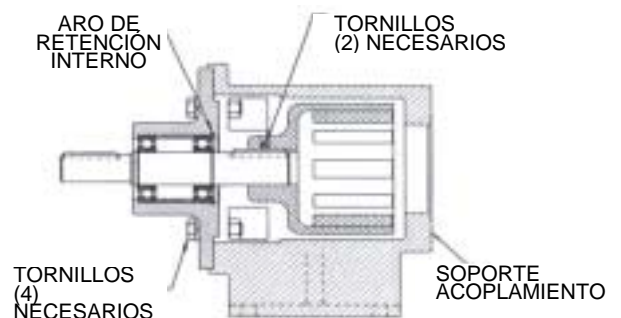

FIGURA 18
5. Deberá poder inspeccionar, de forma visual, los imanes exteriores desde el extremo del soporte. Si necesita sacarlos, en primer lugar retire los (4) tornillos (**Ver Figura 18**) y separe el soporte del motor o del porta cojinete. Afloje los tornillos del eje del motor (o del porta cojinete) y tire hacia afuera el montaje del sistema magnético exterior. Si la unidad tiene porta cojinete, los cojinetes no requieren mantenimiento dado que están sellados. Si fuese necesario, desmonte retirando el único aro de retención interno (**Ver Figura 8**), luego presione el eje y los cojinetes hacia afuera de la guarnición. Retire los aros de retención externos del eje para sacar los cojinetes.